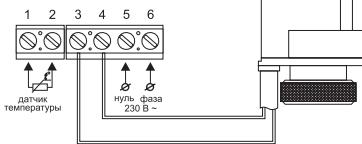

Рис. 3
Подайте напряжение на провод питания. Индикатором определите фазовый и нулевой провода и отметьте их. Датчик температуры подключается к клеммам 1 и 2 (полярность при этом не имеет значения). Напряжение питания (переменное 230В) подается на клеммы 5 и 6, причем фаза (определенная индикатором) – на клемму 6, а нуль – на клемму 5. Выводы термоголовки подключаются к клеммам 3 и 4. (рис.3)
- 1 Выполните подключение согласно рис. 3.